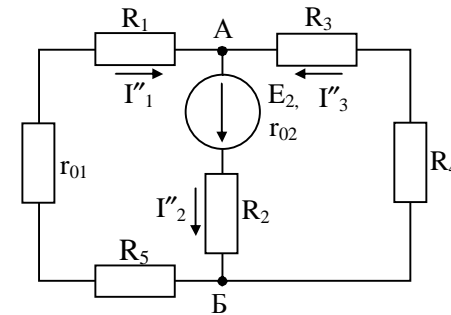

Рис. 26
2. Определяем частные токи от ЭДС E_2 при отсутствии ЭДС E_1 , т. е. рассчитываем простую цепь по рис. 26.